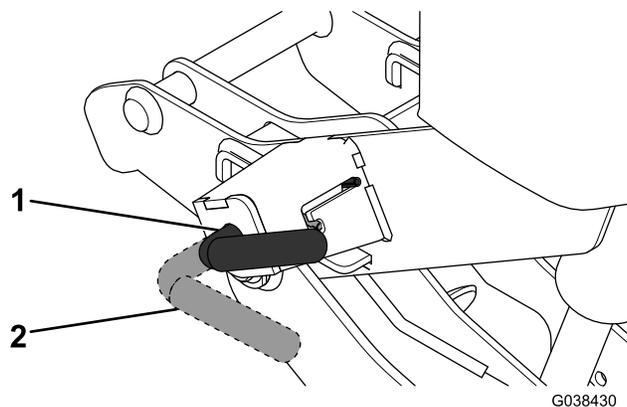

Figura 18
4. Lleve las palancas en los acopladores a la posición CONECTAR (Figura 18).
7. Asegúrese de que ambos pasadores de resorte del acoplador hayan conectado por completo el acoplador (Figura 18).